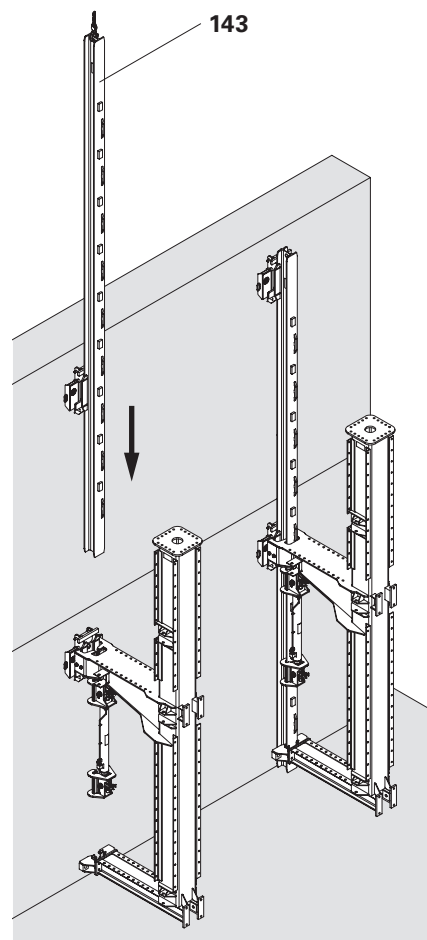

Fig. C6.06
(Fig. C6.06)
- Per fornire una vista d'insieme più chiara, la rappresentazione in Fig. C6.06 è semplificata.